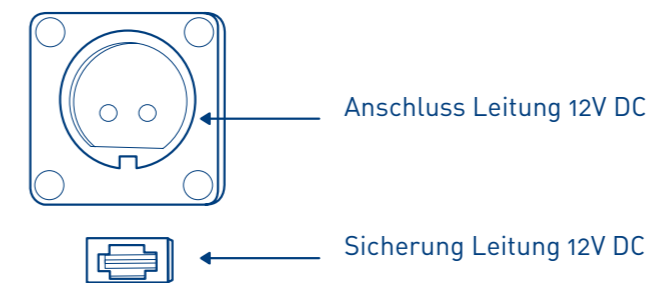

ABBILDUNG 3: STECKER FÜR DEN ANSCHLUSS MIT 12V- GLEICHSPANNUNG FÜR KOALA FOODSERVICE MIT EXTERNEM KÜHLAGGREGAT MIT GEBLÄSE.
- Stecker des Netzkabels in die Buchse am Gerät stecken (Abbildung 2 - Abbildung 3);